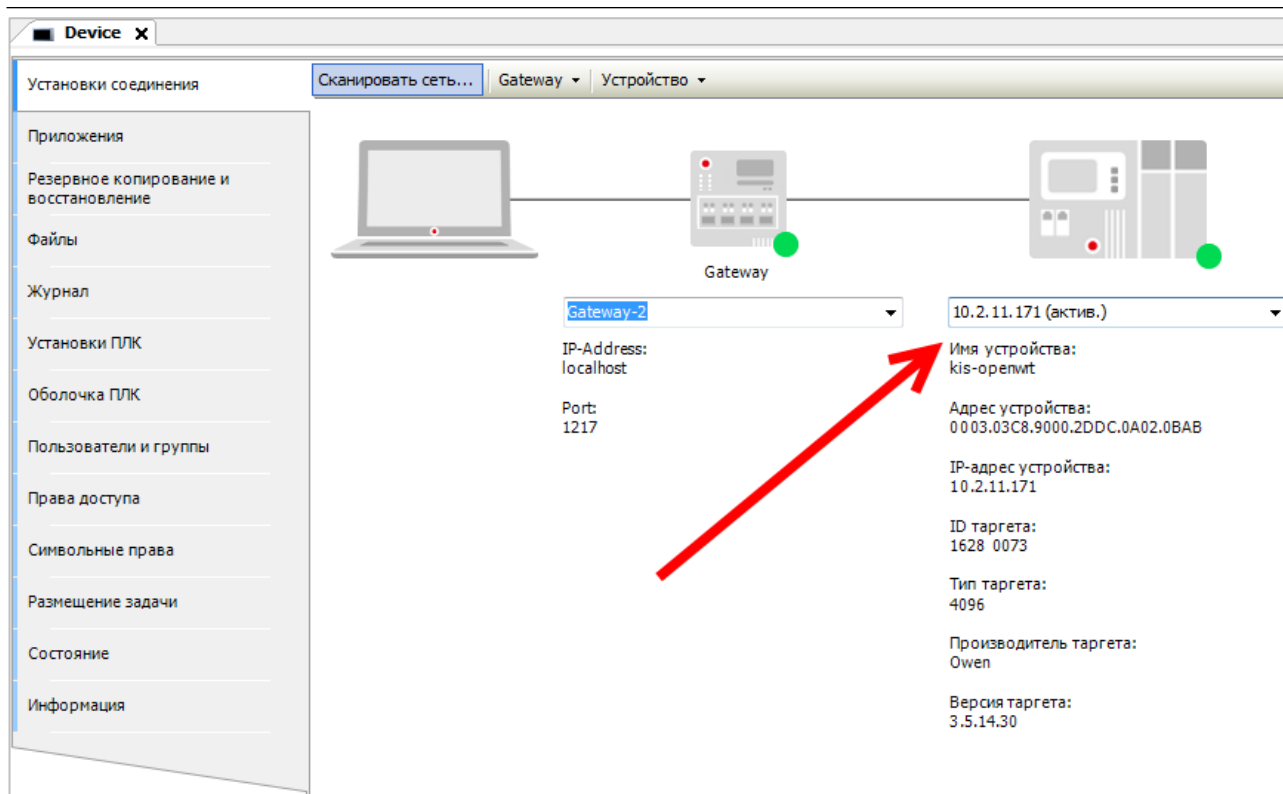

Рисунок 6.5 – Установка связи по IP-адресу
- 11740 (TCP) – для подключения к ПЛК (для загрузки проектов и онлайн-мониторинга) без сканирования сети, напрямую по IP-адресу (см. рис. 6.5).